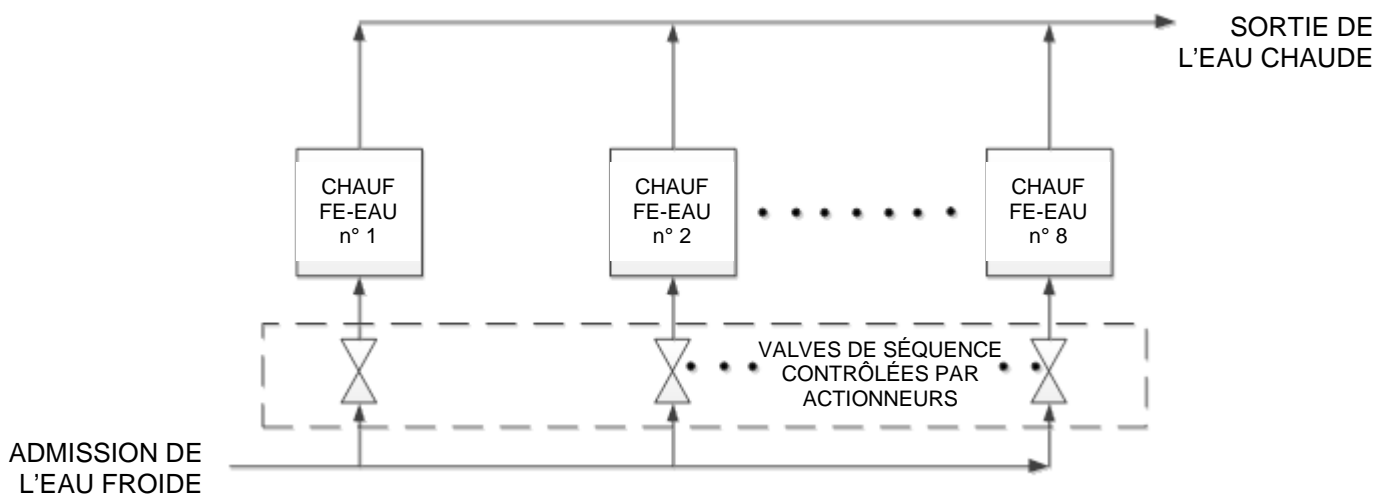

Figure 9-1. Schéma simplifié – Système de gestion de l'eau chaude (WHM)
Le système de gestion de l'eau chaude (WHM) C-More est conçu pour assurer que tous les chauffe-eau du système fonctionnent à une efficacité maximale. Ceci est réalisé en surveillant la position de la valve air/gaz (VP) de tous les chauffe-eau qui ont leur valve de séquence ouverte. Les appareils équipés de valves de séquence sont identifiés comme étant des appareils activés. Les appareils ayant leur valve de séquence fermée sont identifiés comme étant des appareils désactivés. Les appareils qui sont incapables de fonctionner à cause d'une panne ou de l'intervention de l'utilisateur sont identifiés comme étant des appareils hors ligne. Lorsqu'il existe une demande minimale ou aucune demande pour de l'eau chaude, la valve de séquence d'un seul appareil sera ouverte. Si la charge du système s'accroît, le système de gestion de l'eau chaude ouvrira les valves de séquence sur des chauffe-eau additionnels. Un schéma simplifié de plusieurs chauffe-eau reliés à un système de gestion de l'eau chaude est illustré à la figure 9-1.